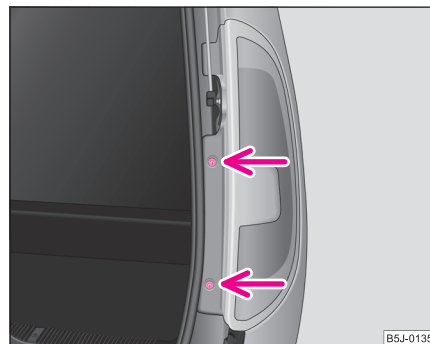

Abb. 190 Heckleuchteinheit ausbauen
- Schrauben Sie die Heckleuchteinheit ab ⇒ Seite 264, Abb. 190.
- Schrauben Sie die Heckleuchteinheit fest ⇒ Seite 264, Abb. 190.